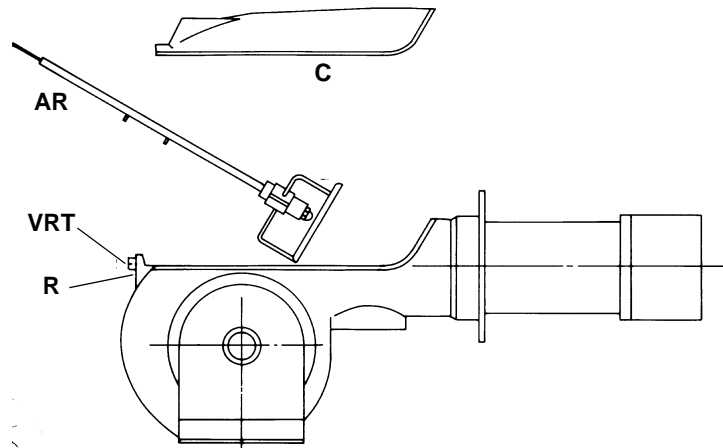

Fig. 18
- 9 La pressione di alimentazione ugello è già pre-tarata in fabbrica e non deve essere cambiata. Solo se necessario, regolare la pressione di alimentazione (vedi relativo paragrafo) nel modo seguente: inserire un manometro nella posizione indicata in Fig. 19 agire sulla vite di regolazione **VR** della pompa (vedi Fig. 18 e pag. 15) fino ad ottenere una pressione all'ugello pari a 25 bar (vedere paragrafo a pag. 18);